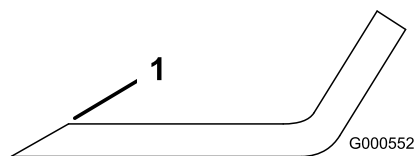
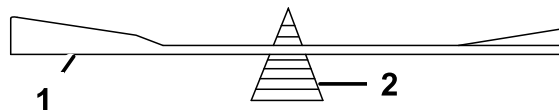

Figure 37
Figure 38
1. Au moyen d'une lime, aiguiser les tranchants aux deux extrémités de la lame (Figure 37) en veillant à conserver l'angle de coupe d'origine. Limez la même quantité de métal sur chacun des deux tranchants pour ne pas déséquilibrer la lame.
2. Vérifiez l'équilibre de la lame en la plaçant sur un équilibreur (Figure 38). Si la lame reste horizontale, elle est équilibrée et peut être utilisée. Si la lame est déséquilibrée, limez un peu l'extrémité de la partie incurvée seulement (Figure 37). Répétez la procédure jusqu'à ce que la lame soit équilibrée.